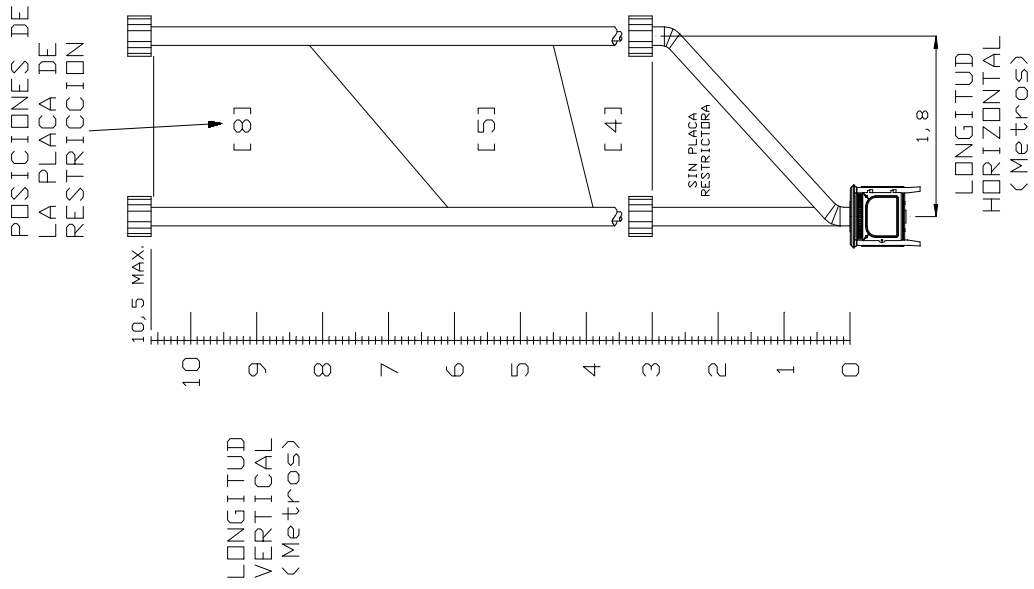

FIGURA 13a
- Desvio máximo horizontal do tubo com uma configuração de saída vertical com duas curvas a 45°, é de 1,8 metros, conforme a figura 13a.
- Figura 13a: saída vertical com uma curva de 45°, terminação vertical com duas curvas a 45°.